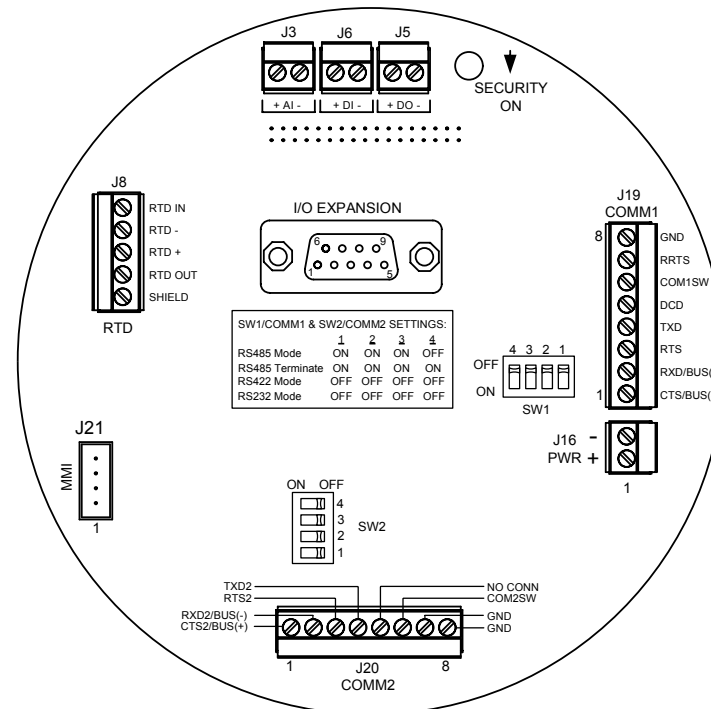

Figura 9 (Placa de terminação XFC6200EX)
8. Instale os bornes de lingüeta da fiação da sonda sob as cabeças dos parafusos pequenos conforme mostrado no desenho. Uma cor (geralmente branco) representa um lado do RTD e irá para as conexões (Out & +) do RTD no 6200EX e a outra cor (geralmente vermelho) representa o outro lado do RTD e irá para (In & -). Ver Figura 9 na página 12 para visualizar os terminais do RTD do 6200EX.